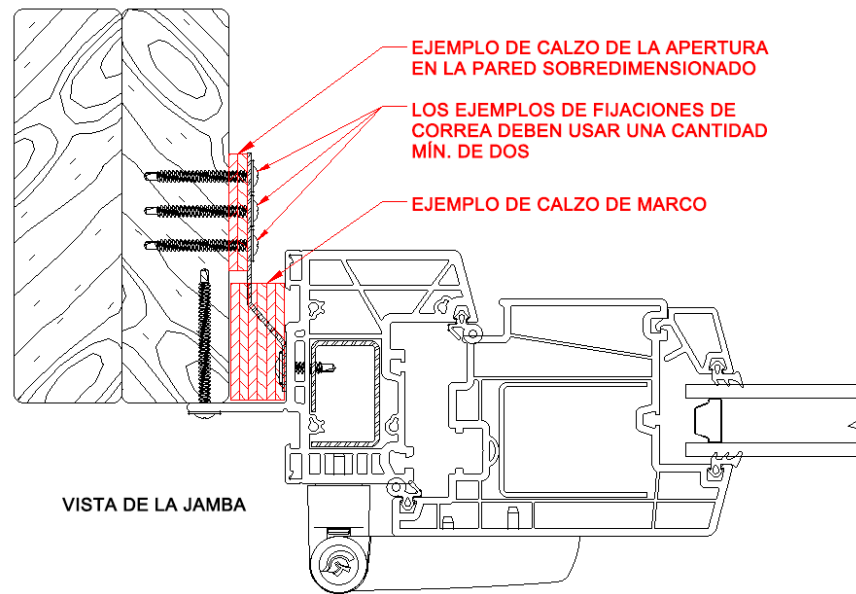

Figura 21: Ejemplo de requisitos de calzo de la apertura en la pared sobredimensionado
A) La cuadratura del marco es esencial. Para hacerlo correctamente, primero hay que tomar las dimensiones de esquina a esquina (D1 y D2) y luego determinar si ambas dimensiones están dentro de la tolerancia permitida de 1/8 in (0.3 cm). Si no es así, divida la diferencia y ese es el ajuste global que hay que hacer. *Consulte la figura 21.*